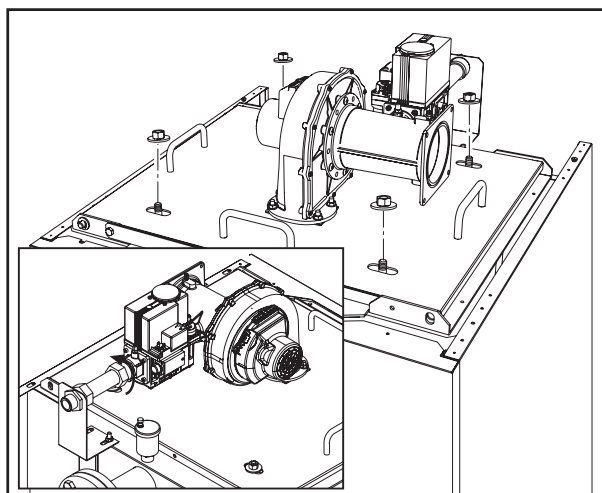

fig. 33
3. Togliere i quattro dadi e rondelle (fig. 33).
4. Svitare la connessione gas (riquadro di fig. 33).
Serrare accuratamente i 4 dadi (fig. 33).